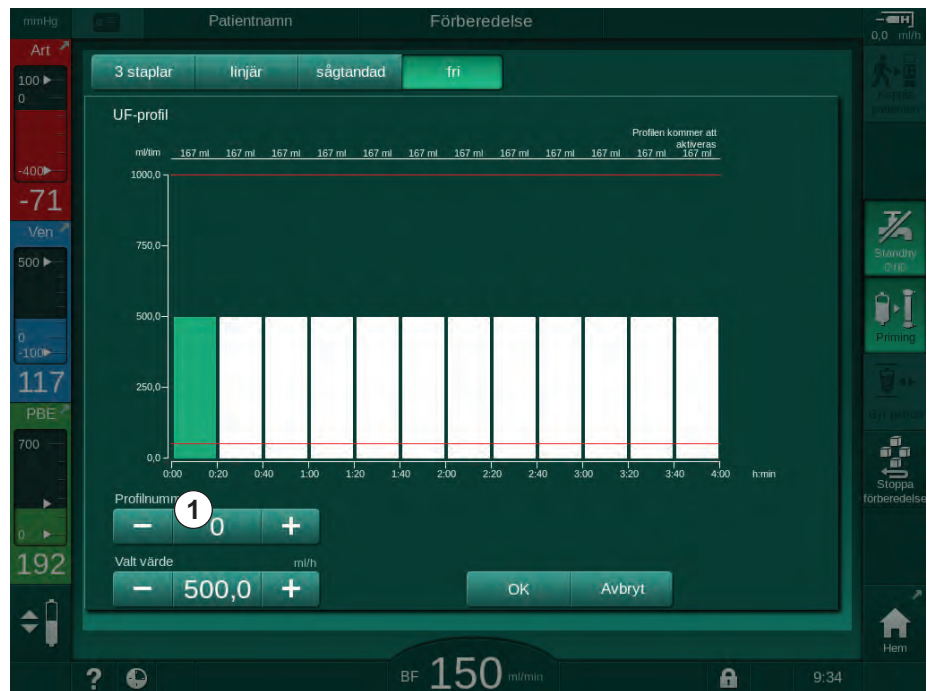

Bild 5-15 UF-profilval
4. För att välja en av de 10 förinställda fritt redigerbara profilerna, tryck på knappen + eller – i *Profil nr* grupprutan (Bild 5-15, ①) eller ange profilnummer 1 till 10 direkt i fältet.